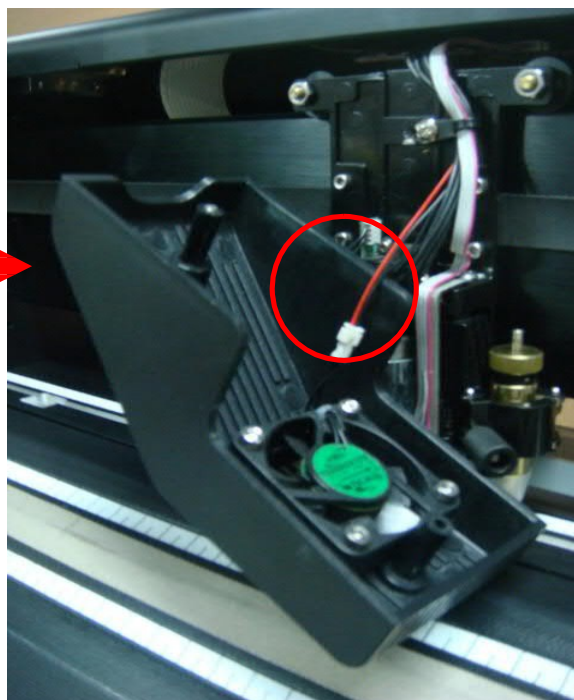

Рис. 2-33
**Шаг 2** Снять крышку, которая теперь держится на каретке только на проводах (рис. 2-33 и 2-34).